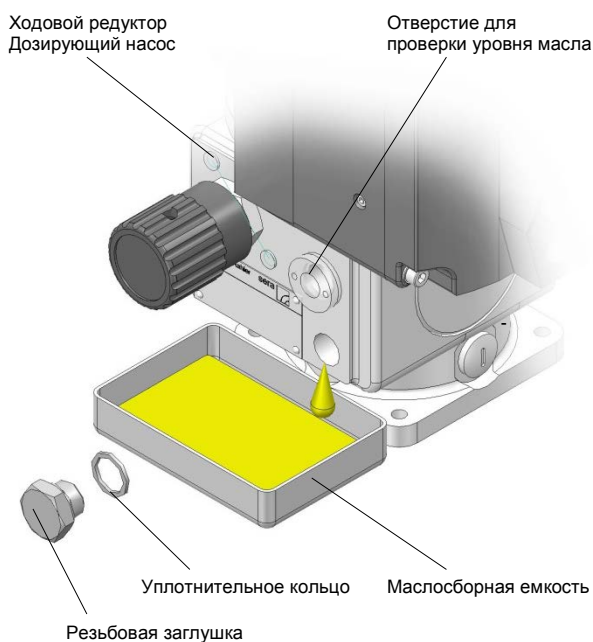

Рис. 81 Замена масла
- подготовить подходящую емкость. Вывернуть резьбовую пробку и слить трансмиссионное масло (см. рис. 81).